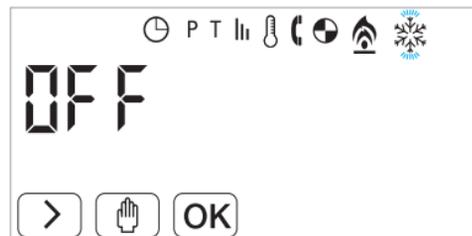

fig. 17
6.2 Premere il tasto touch > fino a posizionarsi sull'icona del simbolo di NEVE. Compare la scritta OFF fig.17